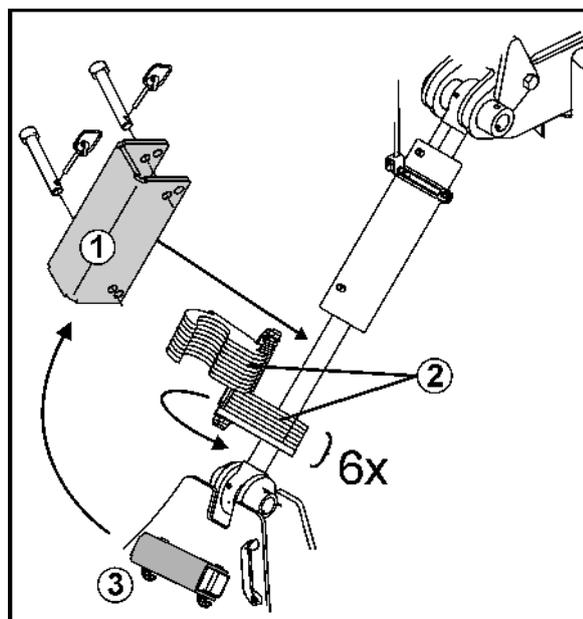

Fig. 8
Bloqueo mecánico del cilindro del mecanismo de traslación (Fig. 8/1) para evitar el descenso accidental de las púas durante el mantenimiento
2. Abatir los 6 elementos distanciadores más abajo (Fig. 8/2) sobre el vástago del émbolo.
3. Retirar el bloqueo desde la posición de estacionamiento (Fig. 8/3).